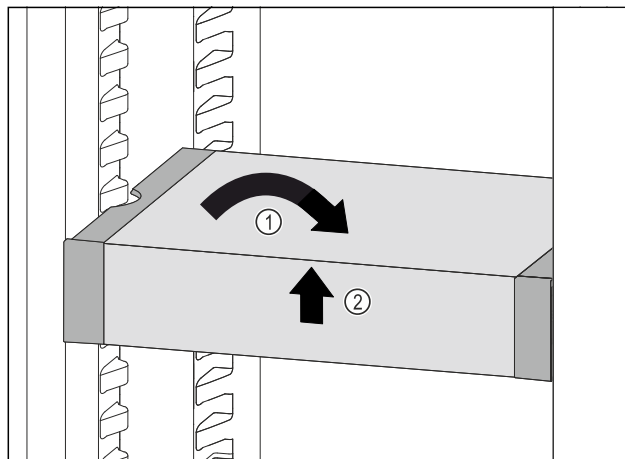

Fig. 102
- ▶ Poziționați drept VarioSafe. Fig. 102 (1)
- ▶ Ridicați în față VarioSafe. Fig. 102 (2)